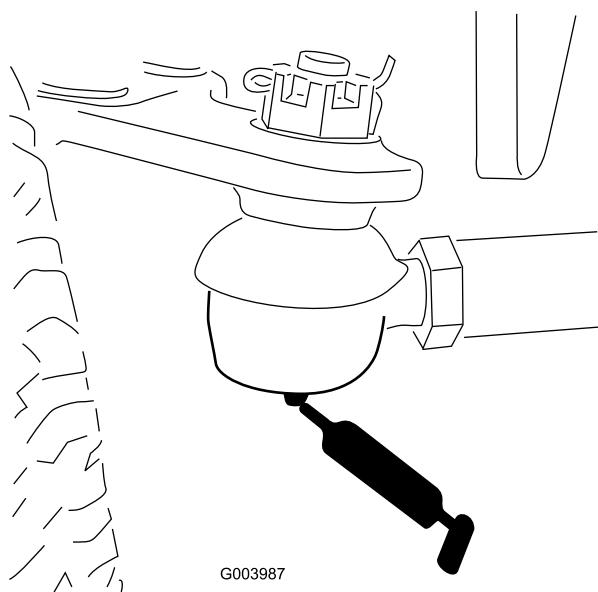

Figure 51
- Biellette d'essieu arrière (2) (Figure 51).